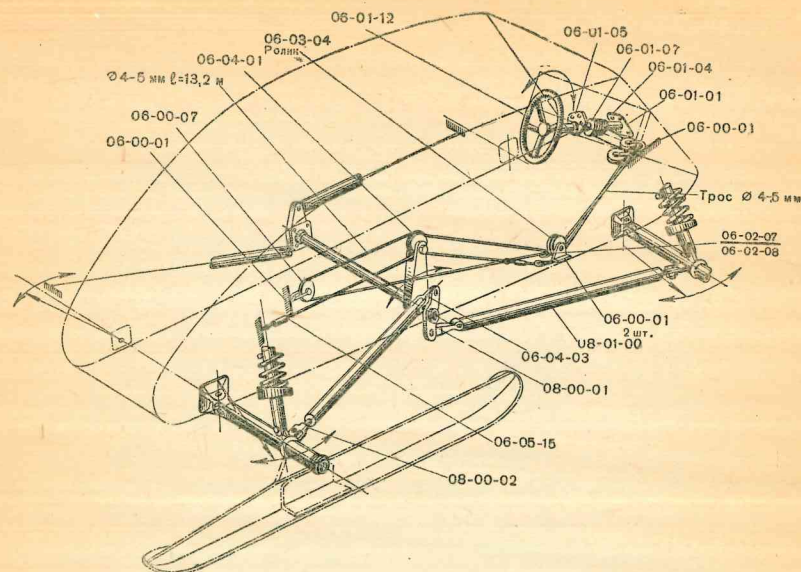

Рис. 16. Схема управления лыжами НКЛ-26
2. При параллельном положении лыж проверить положение сошек (рис. 16) с правой и левой стороны (сошки должны быть в вертикальном положении).
3. Проверить положение рычага рулевого управления (рис. 16) (рычаг также должен быть в вертикальном положении).